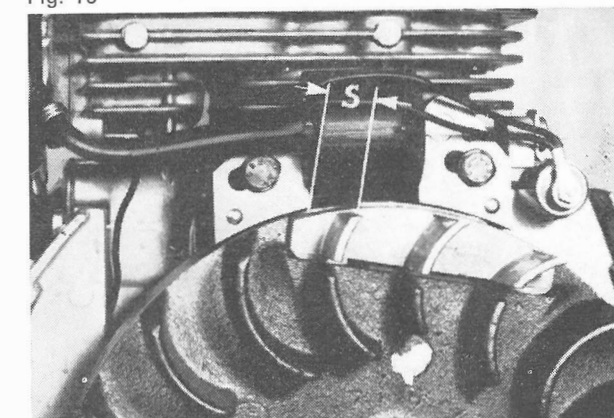

Fig. 76
- Parallel zum Unterbrecher elektrischen Kreis mit Prüflampe schalten. Schwungrad im Uhrzeigersinn drehen, bis die Prüflampe nicht mehr leuchtet, d.h. bis zur Öffnung der Kontakte. In dieser Stellung durch schicklicher Verschiebung der Zündspule innerhalb der eigenen länglichen Löcher den Abstand (Abstand S) zwischen der Hinterkante des Schwungradmagneten und der Innenkante des Spuleneisenblechkernes auf $11 \div 13$ mm einstellen (Abb. 76).